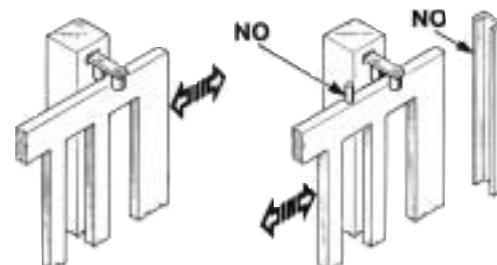

Fig. 3
- Las columnas de la verja tienen que llevar en su parte superior unas guías anti-descarrilamiento (Fig. 3) para evitar desenganches involuntarios.
- N.B.:** Eliminar los topes mecánicos del tipo descrito en el Fig. 3.